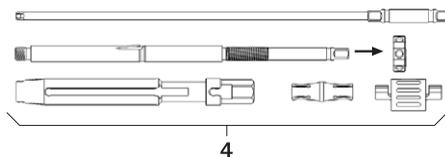

Рис. 2
- Демонтаж рукоятки для репозиции 4, см. Рис. 2. Полностью разобрать рукоятку для репозиции и открутить зажимную гайку.